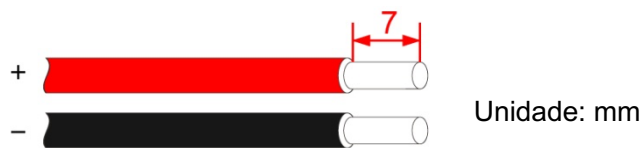

Figura3-16 Desencape os fios de entrada do cabo fotovoltaico.
- Etapa 1** Desencape 7 mm dos fios positivos e negativos usando o desencapador de fios como exibido na Figura3-16.